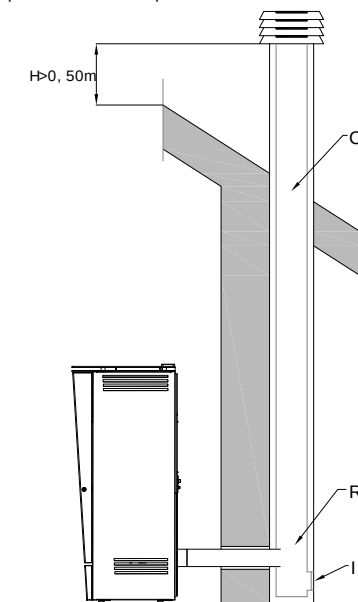

Figura 2.5: Salida mediante conducto de humos convencional
Los humos de la estufa de combustión también se puede descargar usando el tradicional y preexistente conducto de la chimenea (figura 2.5), siempre que cumpla con las normas vigentes (véase UNI 10683). La norma pone de relieve las principales características de una buena chimenea (C), un número de las cuales se indican a continuación en forma concisa: